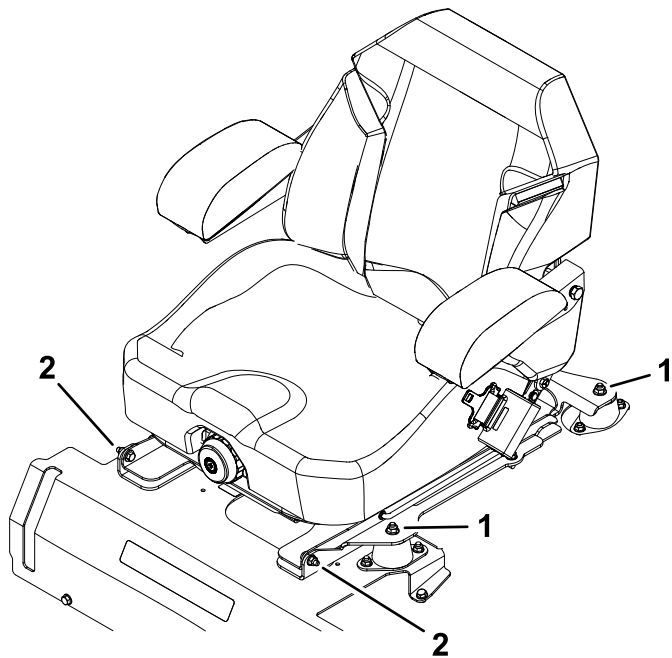

Figura 1
5. Retire as 4 porcas de isolamento do assento e retire o assento da estrutura (Figura 1).